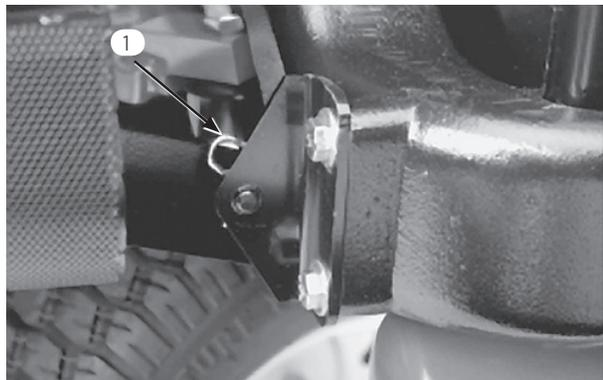

図 37
2. フードのピボット部をブラケットに固定しているコッター・ピンを抜き取る (図37)。